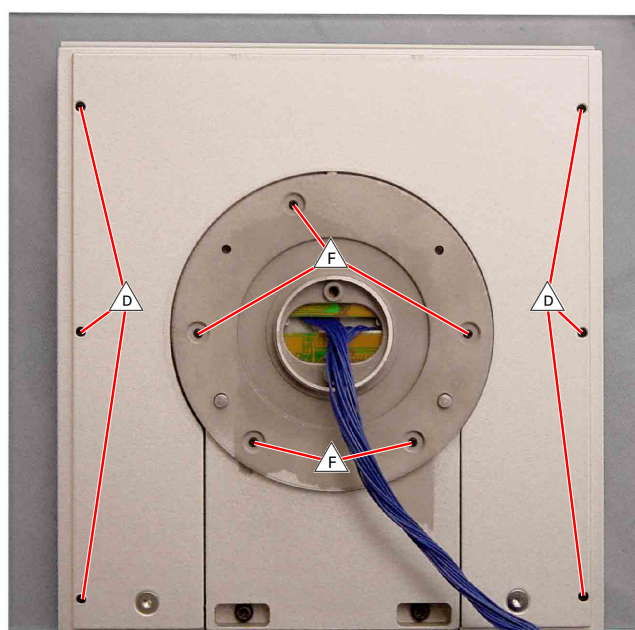
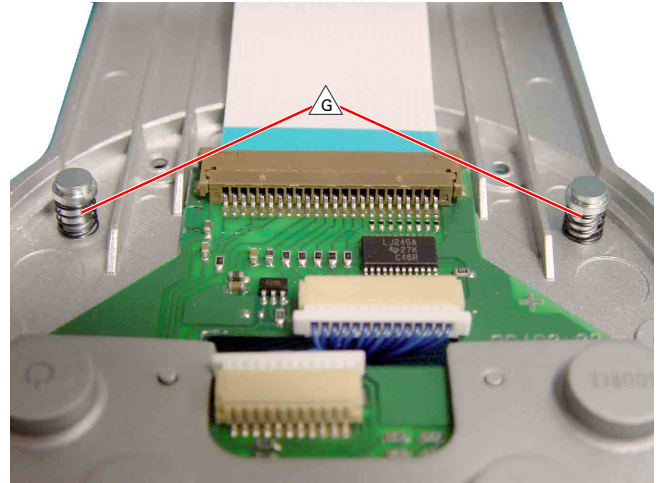

Fig. 12
Fig. 14
- 6 Schrauben \triangle_D (Fig. 12) herausschrauben und das Display-Gehäuse öffnen (Steckverbinder bei Bedarf öffnen).
- 5 Schrauben \triangle_F (Fig. 12) herausschrauben und das Tastatur-Gehäuse öffnen (**Achtung** auf die beiden Bolzen mit Federn \triangle_G (Fig. 14); Steckverbinder bei Bedarf öffnen).
- Undo 6 screws \triangle_D (Fig. 12) and open the display housing (open connectors if necessary).
- Undo 5 screws \triangle_F (Fig. 12) and open the keyboard housing (**watch out** for the 2 bolts with springs \triangle_G (Fig. 14); open connectors if necessary).